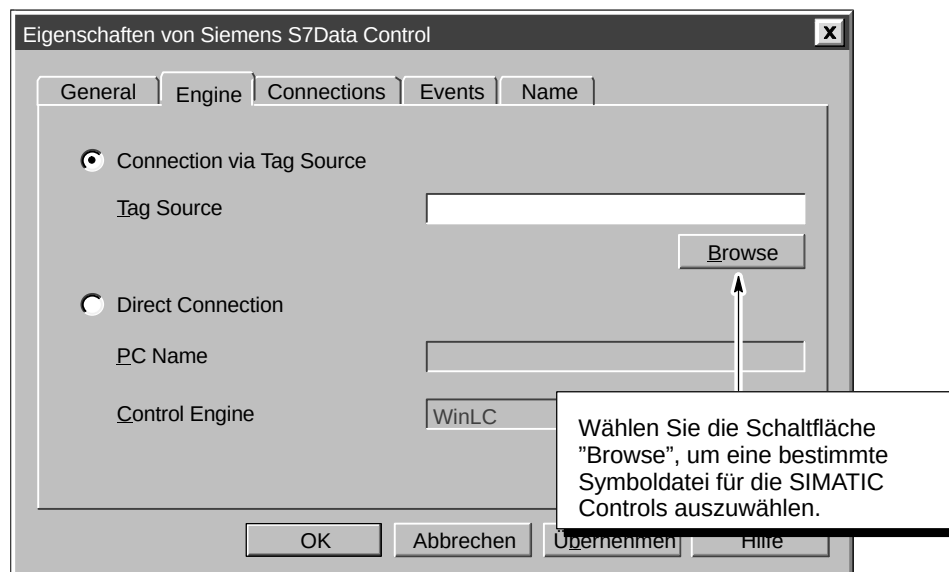

Bild 5-4 Einstellen einer Symboldatei für das Data Control
4. Wählen Sie die Schaltfläche "Browse" und markieren Sie die gültige Symboldatei (*.tsd) (siehe Bild 5-4).